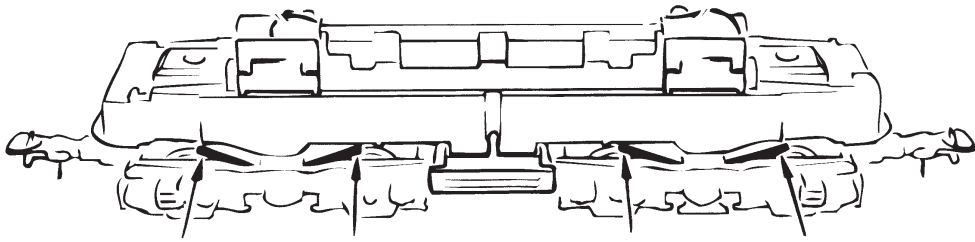

Fig. 7
2. Schmierung: Versehen Sie die im Schmierplan in Fig. 7 gekennzeichneten Stellen mit nur **kleinen Öltropfen**. Dazu zuerst das Lokgehäuse abnehmen (Fig. 3). Wir empfehlen den **ROCO Öler Art.-Nr. 10906**. Fürs Schmieren der Getriebeteile (Zahnräder, Schnecke) empfehlen wir das **ROCO-Spezialfett Art.-Nr. 10905**. Im Falle der Schmierung diese Teile **nicht ölen**.
2. Lubrication: Apply **tiny oil drops** to spots marked in fig. 7. Prior to lubrication dismantle locomotive (fig. 3). We recommend using item no. **10906, Roco oiler**. For lubrication the gearparts (e.g. cogwheels, worm) we should recommended our Roco **special grease** (item no. **10905**). **Attention:** Please do not oil these parts when using our grease.
2. Graissage: N'appliquez **qu'une toute petite goutte** aux endroits indiqués par le plan de graissage (fig. 7) après avoir démonté la caisse de la locomotive (fig. 3). Nous vous recommandons **le graisseur à huile Roco réf. 10906**. Pour graisser les engrenages (roues dentées, vis sans fin) nous vous conseillons la **graisse spéciale Roco réf. 10905** pour engrenages en matières synthétiques. Lorsque vous utilisez cette graisse il faut éviter d'huiler ces composants.